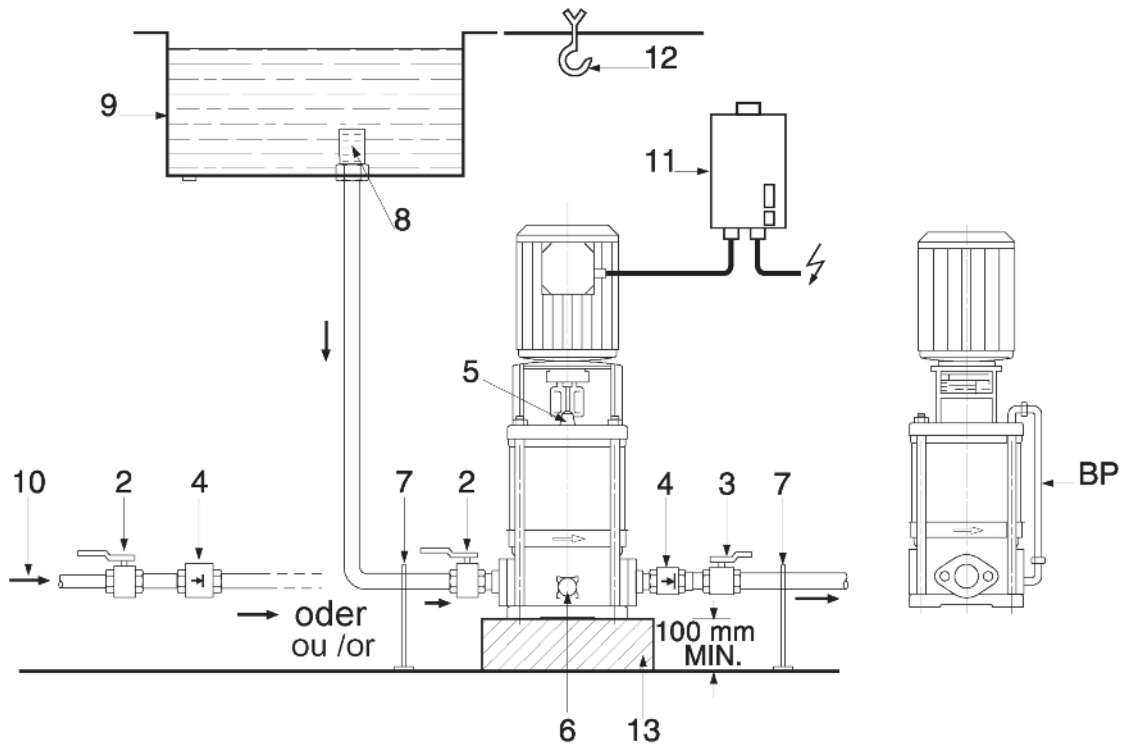

Fig. 3
Vigtigste dimensioner samt koblingsdimensioner (tabel 2, se også Fig. 3) :
- Monteringsdimensioner og koblingsstørrelser findes i tabel 2, i afsnit 1.2.1 og på Fig. 3.